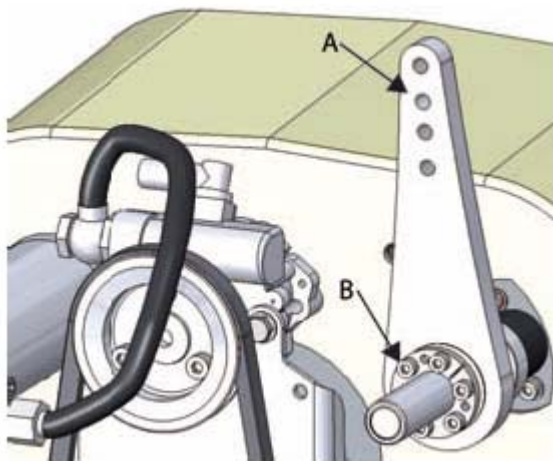

Figura 85. Smontaggio del sistema di sterzo
2. Scollegare il sistema di sterzo dalla leva (figura 85, punto A).
3. Svitare i 6 bulloni dell'adattatore della leva (figura 85, punto B).